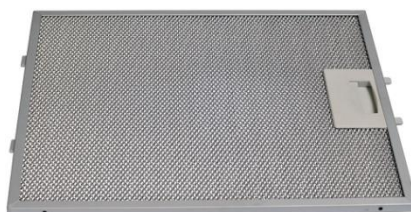

Рис. 2
1. Снимите алюминиевый жирулавливающий фильтр (рис. 2).
6. Установите жироулавливающий фильтр (рис. 2).